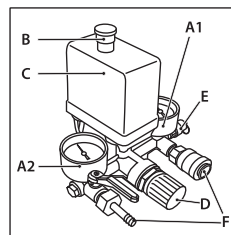

рис. 11
Компрессор работает полностью автоматически при помощи реле давления (C) (рис. 11), останавливающего двигатель по достижении максимального давления и запускающего компрессор при падении давления до минимального установленного уровня (на 2 бара меньше максимального рабочего давления).
Регулировка выходного давления сжатого воздуха возможна с помощью выходного редуктора и манометра расхода выходного воздуха. Для этого достаточно повернуть вентиль редуктора (D) по часовой стрелке для увеличения давления, против часовой стрелки — для уменьшения давления. По завершении работы перевести значение выходного давления на нуль по манометру (A2) (рис. 11). Данная операция необходима, чтобы предотвратить увеличение погрешности и быстрый износ редуктора.
Подключение пневматического инструмента к компрессору осуществляется с помощью выходного пневмокonneктора быстросъемного штуцера (F) (рис. 11).